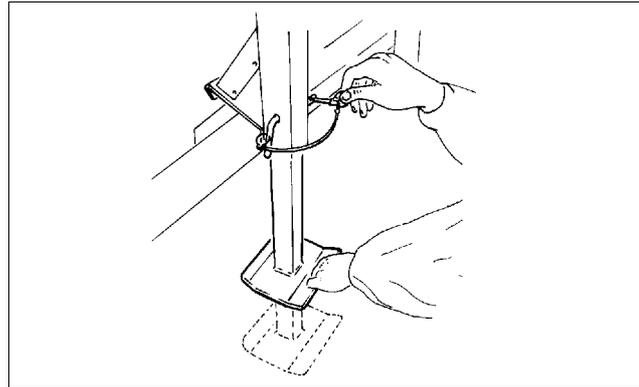

Fig. 32
**FPS-Stützfuß (Fig. 32) nach dem Ankuppeln des Front-Sätanks am Traktor nach oben schieben und vor dem Abkuppeln des Front-Sätanks vom Traktor nach unten schieben.**